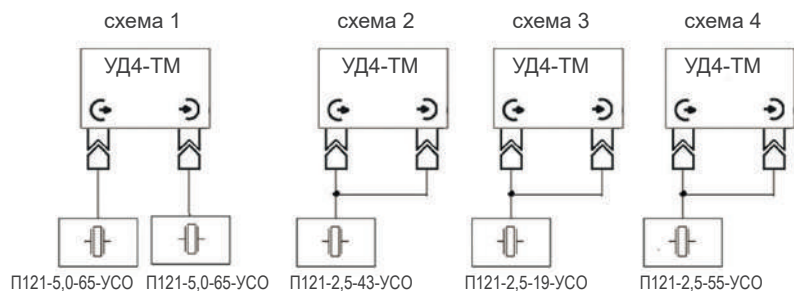

Рис. 3
1.8.1.2 При многоканальном режиме работы дефектоскоп УД4-ТМ (УД4-Т) «Томографик» в автоматическом режиме, с помощью мультиплексора подключается поочередно к преобразователям в соответствии со схемами 1...4 (Рис. 3). Переключение ведется с частотой рабочего цикла дефектоскопа УД4-ТМ (УД4-Т). В каждом случае автоматически загружается настройка дефектоскопа, соответствующая подключенным преобразователям.